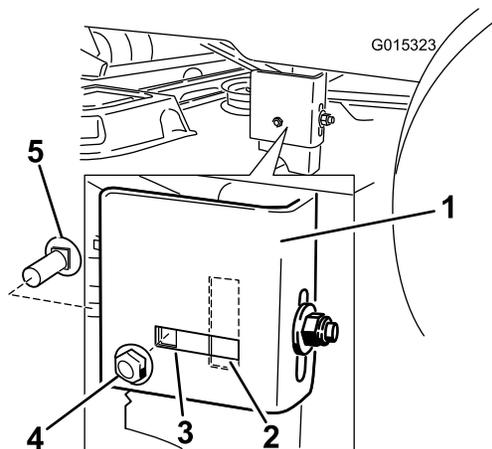

Figura 49
- Vaya al lado izquierdo de la máquina. Compruebe si el perno de cuello cuadrado lateral está en la posición fija o ranurada (Figura 49).
- Si el perno de cuello cuadrado lateral está en la posición fija, retire el perno de cuello cuadrado lateral y la tuerca de bloqueo lateral de la posición fija, e instáloselos en la posición de ajuste ranurada (Figura 49).
- Afloje la tuerca de bloqueo trasera de la pletina de suspensión (Figura 49).